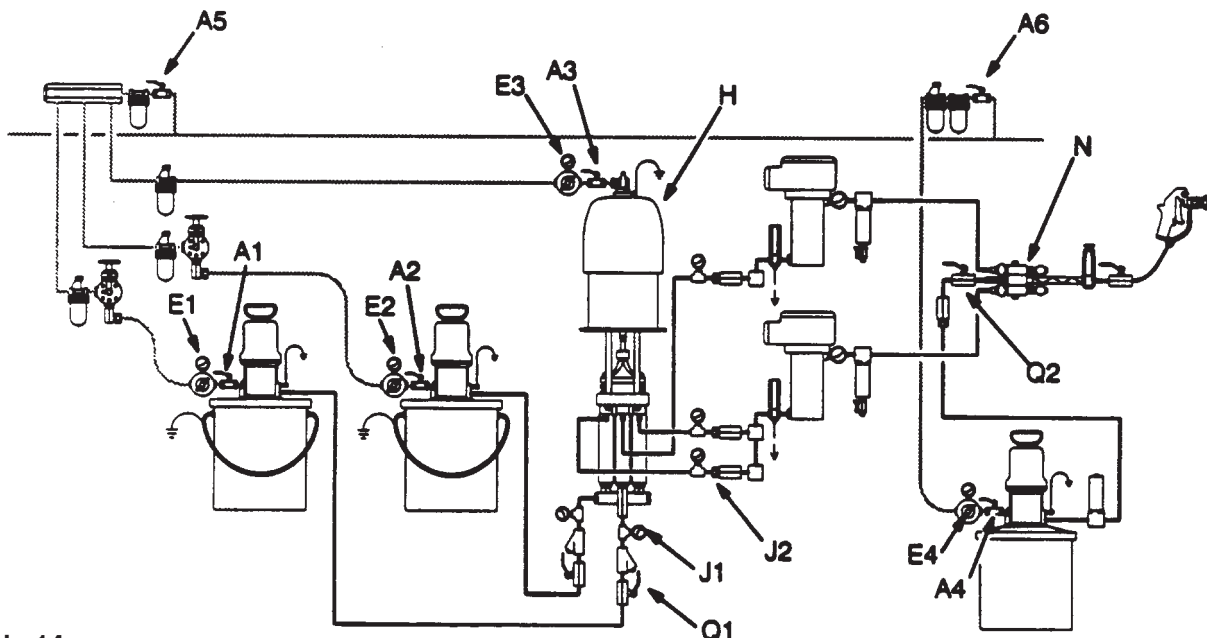

Abb. 14
4. Sicherstellen, dass die Luftregler für die Zuführpumpen (E1, E2) auf Minimaldruck eingestellt sind. Siehe Abb. 14.
5. Hauptluftventil (A5) öffnen. Siehe Abb. 14.
9. Sobald die Härter Leitungen durchspült sind, Mischventillhandgriff sowie das Ablassventil (P1) schliessen. Luftventil (A1) schliessen. Siehe Abb. 14.
- a. Sicherstellen, dass der Lösemittelpumpen–Luftregler (E4) Minimaldruck hat. Siehe Abb. 14.
- b. Hauptluftventil (A6) der Lösemittelpumpe und Pumpenluftventil (A4) öffnen. Siehe Abb. 14.
- e. Absperrventil (Q2) für Lösemittleitung schliessen. Siehe Abb.14.